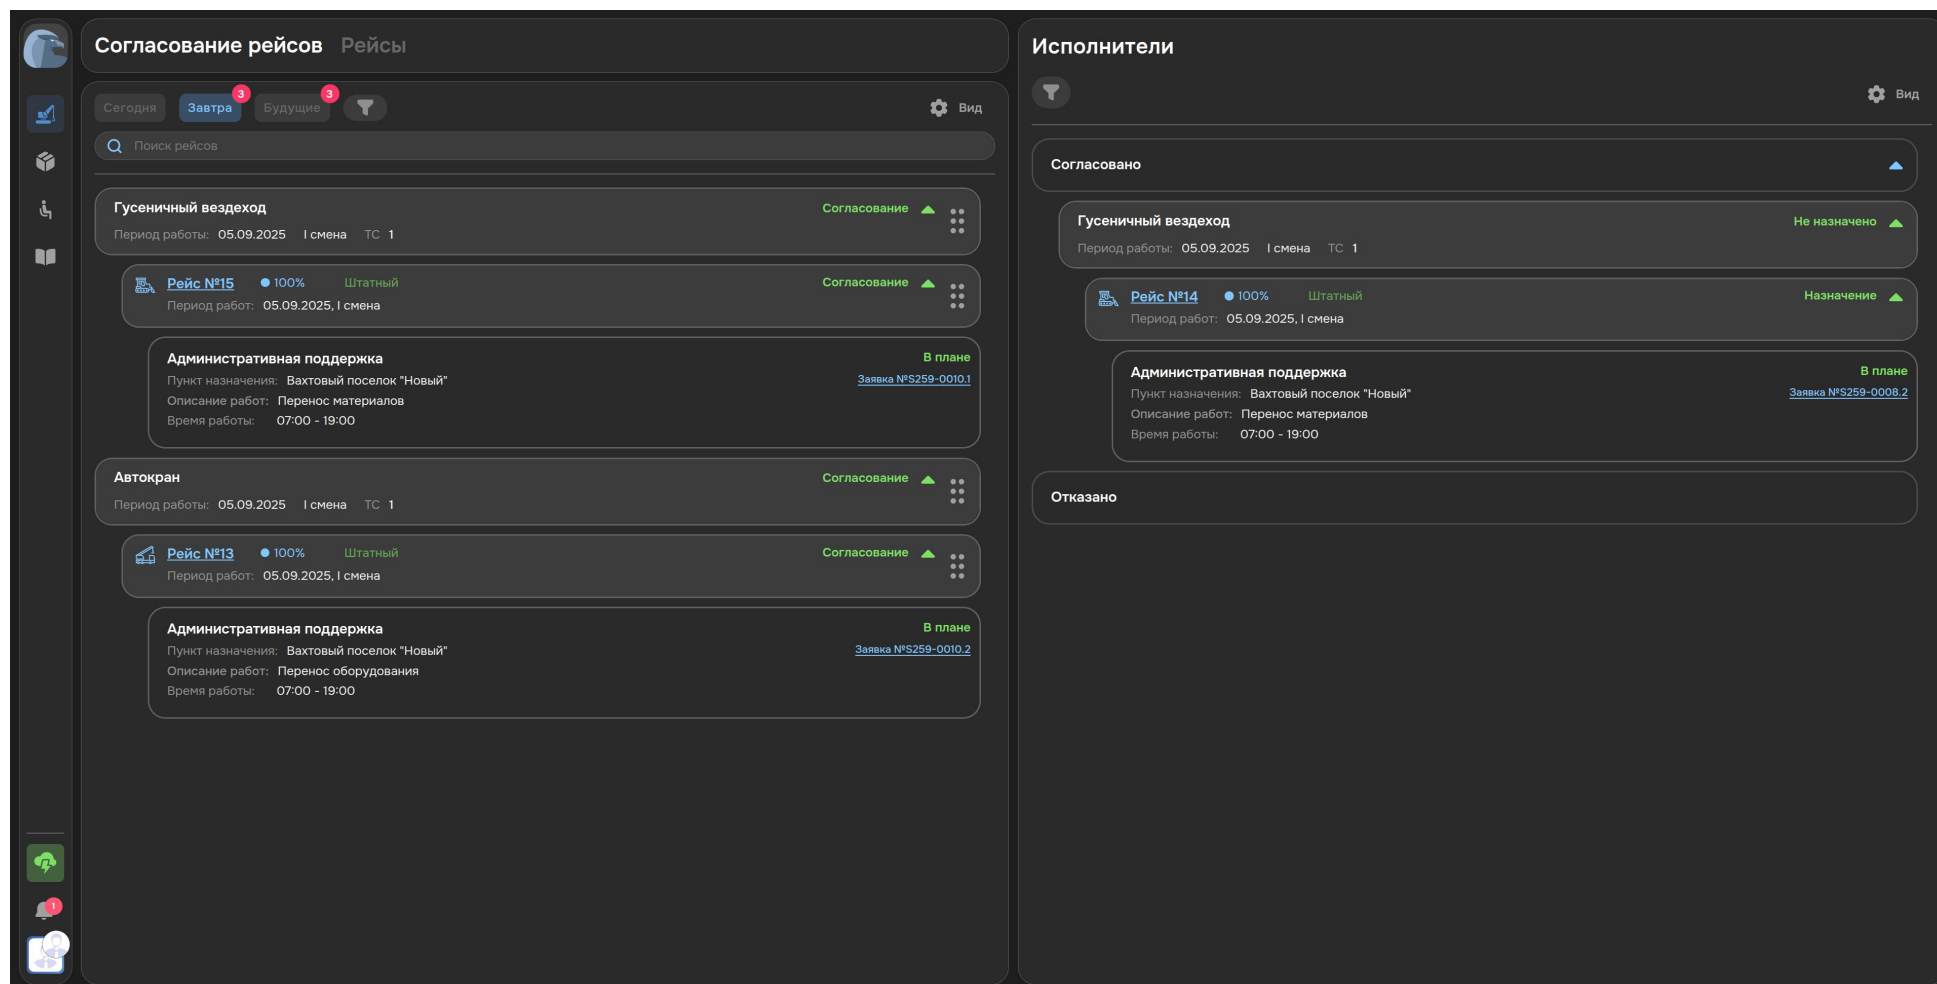

Рисунок 43. Раздел «Спецтехника», если выполнена авторизация за Пользователя Подрядчика
1. Откройте раздел, соответствующий процессу («Спецтехника», «Грузовые» или «Пассажирские») (см. Рисунок 43).